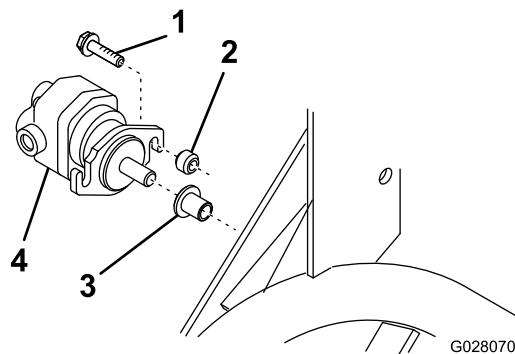

Bild 10
B. Stecken Sie die gerippte Welle des Spindelmotors in das Aufbewahrungsrohr am Rahmen (Bild 10).
- C. Verwenden Sie den Flansch des Spindelmotors als Schablone und positionieren Sie ihn wie in Bild 10 abgebildet, bohren Sie dann ein 8,75 mm großes Loch auf der Linie, die Sie in A gezogen haben.